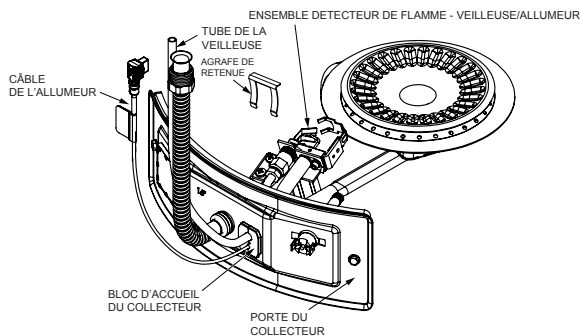

FIGURE 26.
2. Lever directement l'agrafe de retenue de l'arrière du bloc d'accueil du collecteur (à l'aide d'un tournevis à lame plate) et retirer le bloc d'accueil de la porte du collecteur (Figure 26).